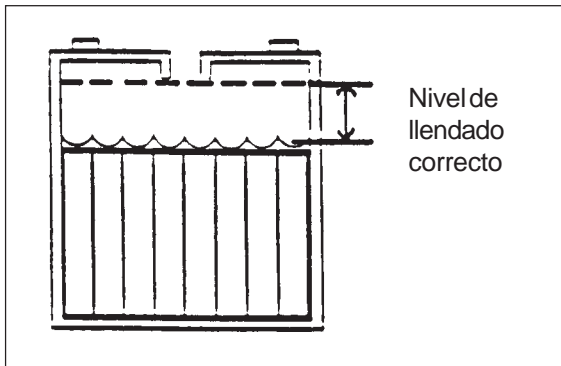

Figura 15A
1. Mantenga un nivel de ácido correcto. El nivel de llenado adecuado se sitúa a aproximadamente 6 mm de distancia de la parte inferior del tapón de cada célula y encima de la parte superior de las placas. Compruebe el nivel del ácido cada vez que carga las baterías. Véase figura 15A.